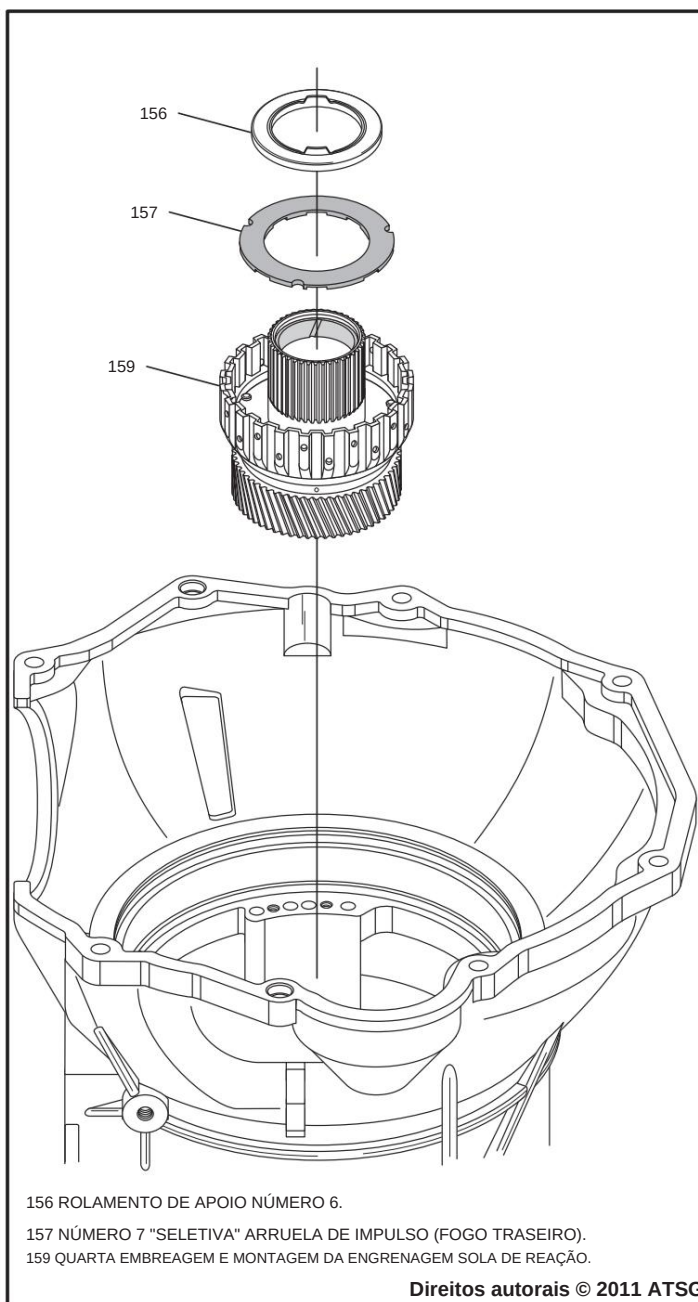

Figura 50
36. Remova o rolamento de encosto número 6, se estiver presente, conforme mostrado na Figura 50. Ele pode ter ficado preso ao retentor da embreagem 2-4.
37. Remova o cubo da 4ª embreagem e a engrenagem solar de reação juntamente com a arruela de encosto número 7, conforme mostrado na Figura 50.